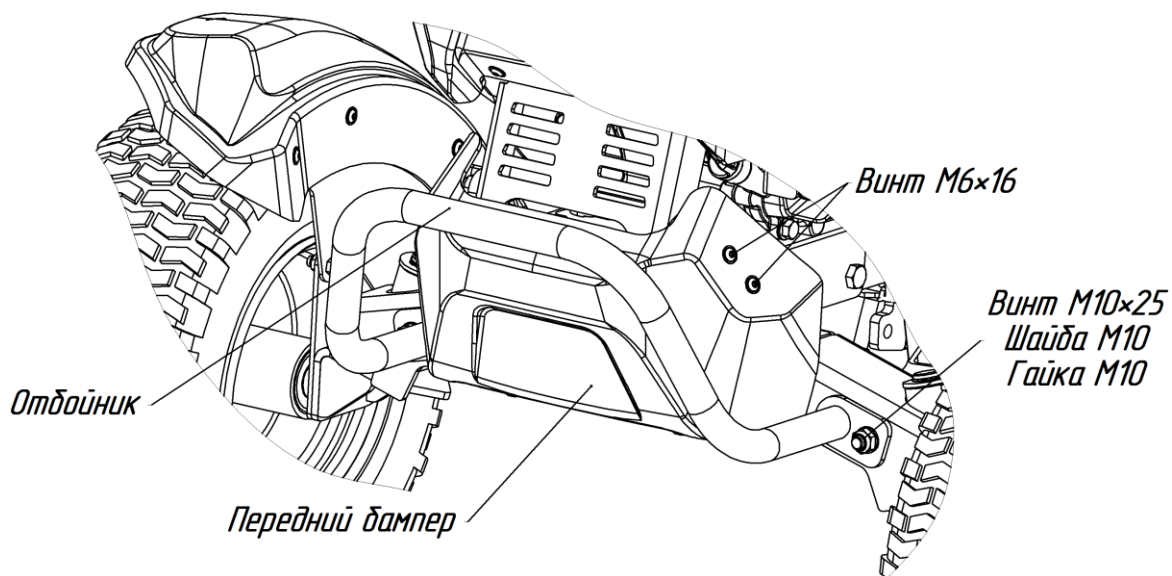

Рис.5. Передний бампер и отбойник МТ.
- снимите отбойник открутив Винты М10×25, Шайбы М10 и Гайки М10 с обеих сторон (рис.5);
- снимите передний бампер, открутив винты М6×16 с двух сторон (рис.5);
- снимите отбойник, открутив винты М10×25, шайбы М10 и гайки с обеих сторон (рис.5);
- снимите передний бампер, открутив винты М6×16 с обеих сторон (рис.5);